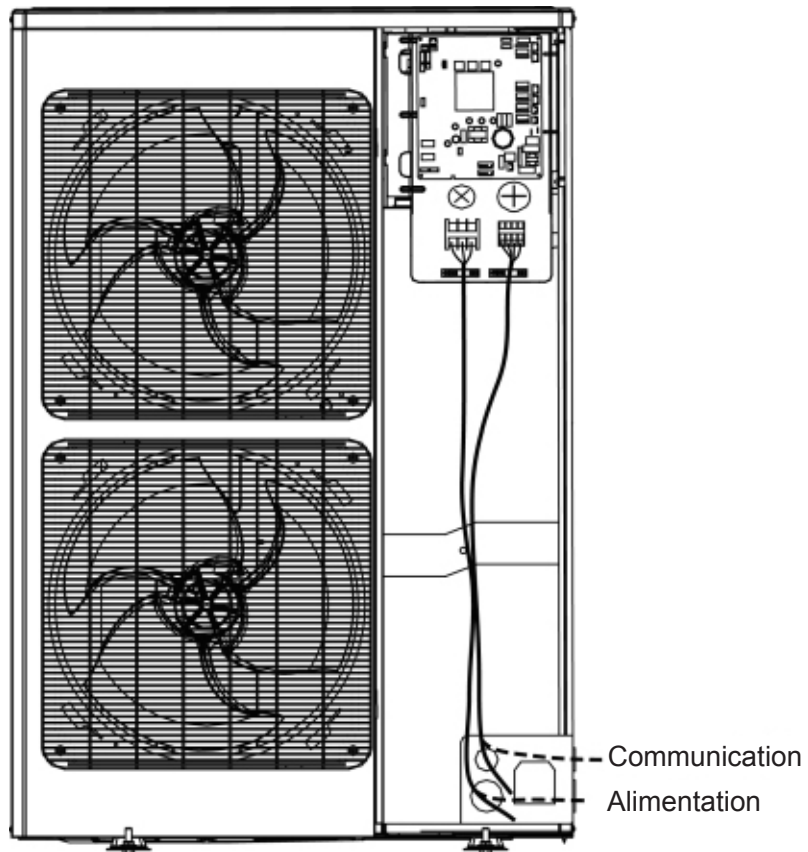

Fig. 29 Aperçu du câblage technique de GMV-H224WL/A-X et GMV-224WL/C-X
- (1) Veuillez vous reporter aux Fig. 29 et 30 pour le câblage technique. Si l'orifice du serre-câble est présent sur le parcours de câble, veuillez fixer ce dernier avec le serre-câble. Branchez les câbles d'alimentation et de communication au bornier et à la vis de terre correspondants conformément au diagramme de câblage.
- (2) À noter que le câblage technique ne peut pas entrer en contact avec le tuyau et l'appareil.
- (3) Cette figure ne s'applique qu'au câblage technique relatif aux câbles d'alimentation et de communication. En cas de différences entre la structure de la figure et l'unité réelle, cette dernière prévaut.
- (4) Pour le câblage technique, veuillez vous reporter au diagramme de câblage fourni avec l'unité.